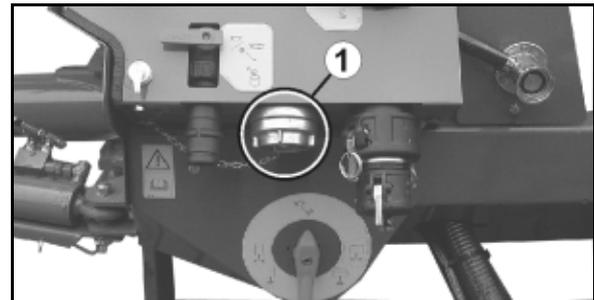

Fig. 41
Mit dem Befüllanschluss (Fig. 41) lässt sich der Spritzbrühe- oder der Spülwasserbehälter mit Wasser aus dem öffentlichen Netz befüllen.
1. Die Verbindung zum Wassernetz über die C-Kupplung (Fig. 41) herstellen.